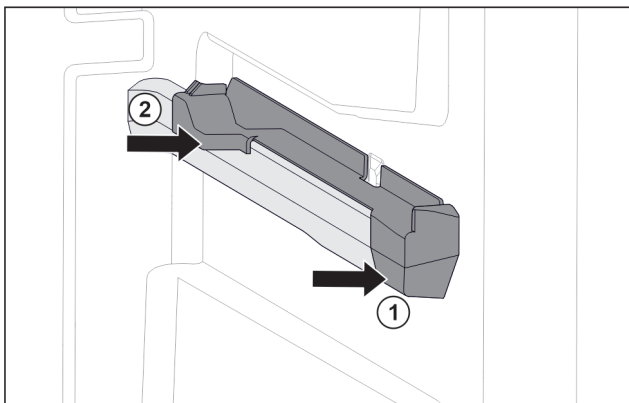

Fig. 98 Aufsteckteil auf der rechten Behälterrippe
- ▶ Aufsteckteil vorne an Behälterrippe ansetzen. Fig. 98 (1)
- ▶ Aufsteckteil hinten andrücken. Fig. 98 (2)